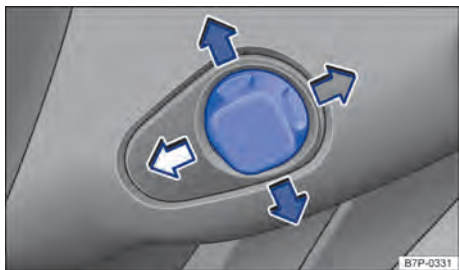

Fig. 73 À esquerda atrás do volante no revestimento da coluna de direção: interruptor do ajuste elétrico da posição do volante.
- Pressionar o interruptor \Rightarrow **Fig. 73** na direção correspondente, até que o volante se encontre na posição desejada.
Se o volante eletricamente regulável se mover para a posição correspondente e simultaneamente for acionado o interruptor \Rightarrow **Fig. 73**, a movimentação do volante parará. Esta nova posição será seguidamente memorizada.